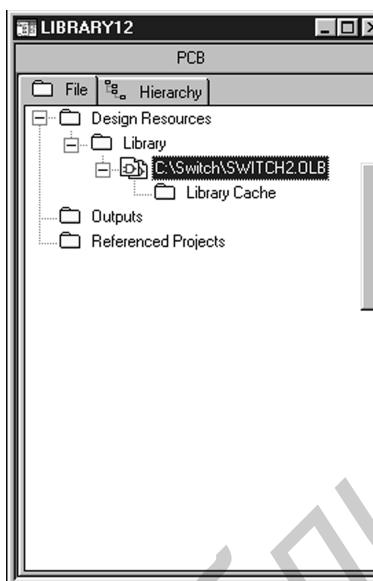
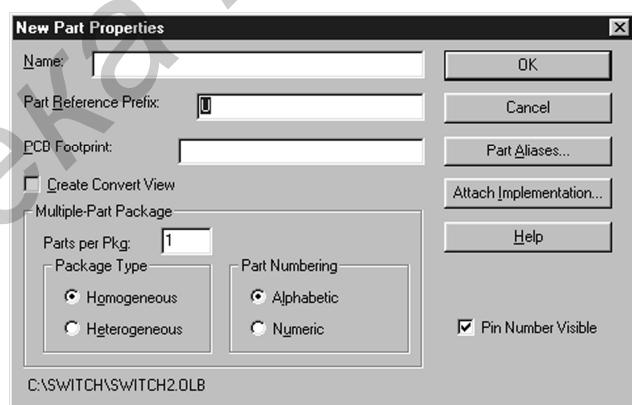
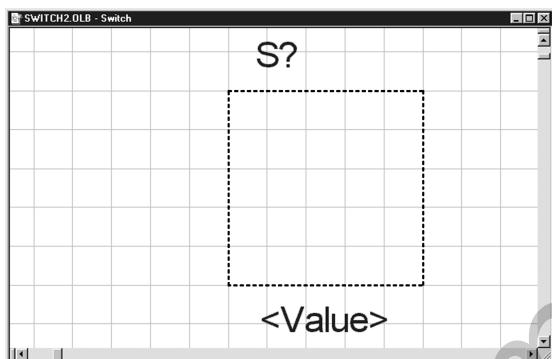
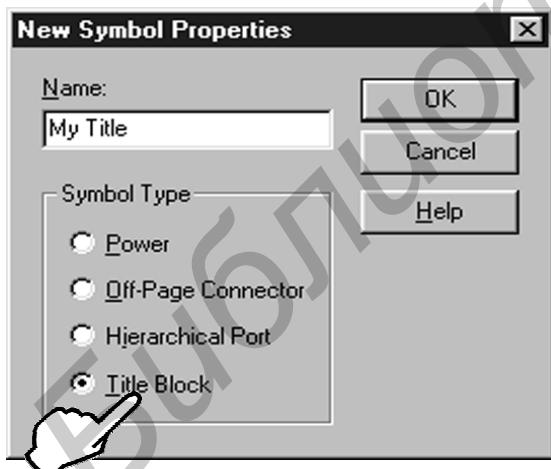

Рис. 4.12. Создание нового элемента
Рис. 4.13. Окно New Part Properties
Рис. 4.15. Окно редактирования элемента
Рис. 4.18. Окно New Symbol Properties
2. Запустим программу Capture и создадим новую библиотеку (File→New→Library). Присвоим новой библиотеке имя Switch2.olb, для чего сохраним ее под этим именем командой Save As. Создадим новый элемент, для чего выделим в менеджере проекта заголовок библиотеки одним щелчком левой кнопкой мыши, затем щелкнем правой кнопкой и выберем пункт New Part (рис. 4.12). В результате появится окно New Part Properties (рис. 4.13).
После добавления модели закроем окно рис. 4.13, нажав кнопку OK.
В результате получим окно редактирования элемента (рис. 4.15).
Создадим новую библиотеку, для чего в программе Capture выполним пункты меню File→New→Library. В появившемся окне менеджера проекта щелкнем правой кнопкой мыши на названии библиотеки и выберем пункт New Symbol (см. рис. 4.12). В появившемся окне New Symbol Properties (рис. 4.18) введем имя нашего символа (My Title) и выберем его тип (Title Block). После нажатия кнопки OK перейдем в окно редактирования символа, аналогичное окну редактирования элемента (см. рис. 4.15).